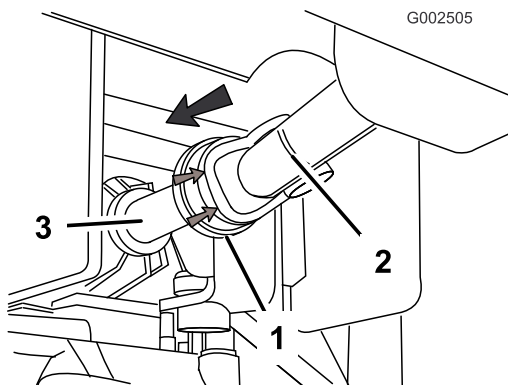

**Figura 22**
11. Utilize os painéis de acesso de ambos os lados do patim do depósito para verificar se há tubagens ou cabos entalados (Figura 22).